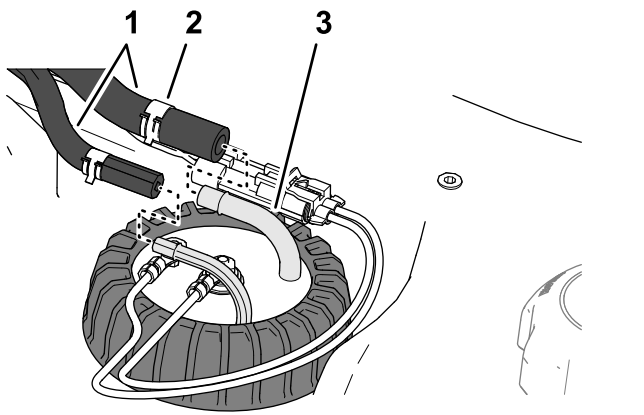

Figura 84
4. Mueva las abrazaderas que sujetan las mangueras a los acoplamientos del sensor de combustible hacia dentro, y retire las mangueras de los acoplamientos (Figura 84).